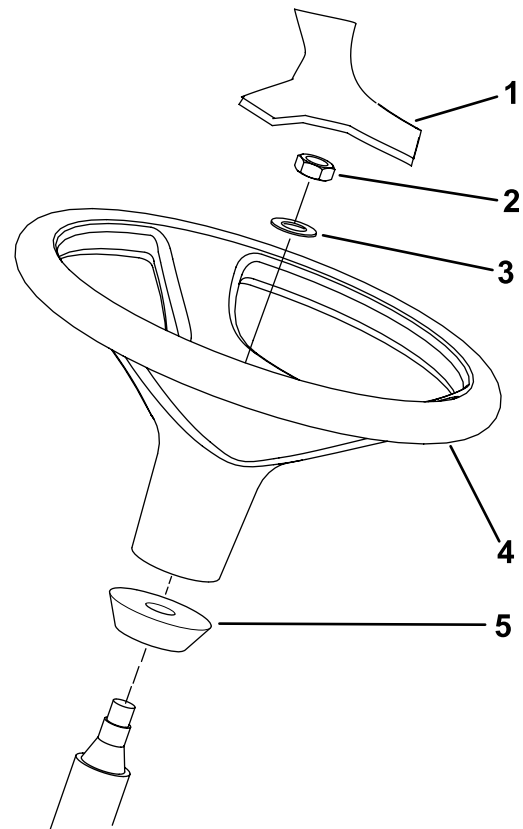

Figura 12
1. Rimuovete il volante dal supporto per il trasporto (Figura 12).
Nota: Accertatevi che il collare in schiuma rimanga sul piantone (Figura 12).
3. Collocate il volante e rondella sul piantone (Figura 12).
5. Montate il coperchietto sul volante (Figura 12).